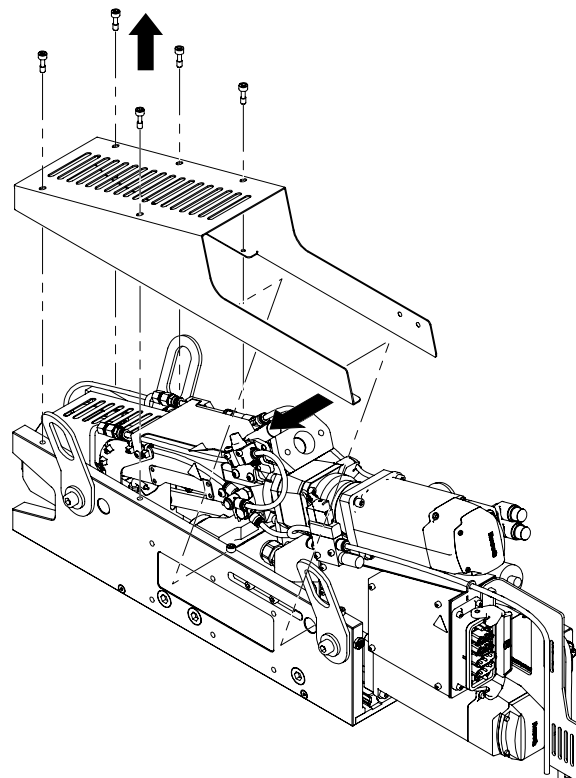

Figura 8-16 Extracción de la cubierta superior
2. Retire la cubierta superior del E-Multi Mini. Consulte la Figura 8-16 Extracción de la cubierta superior.